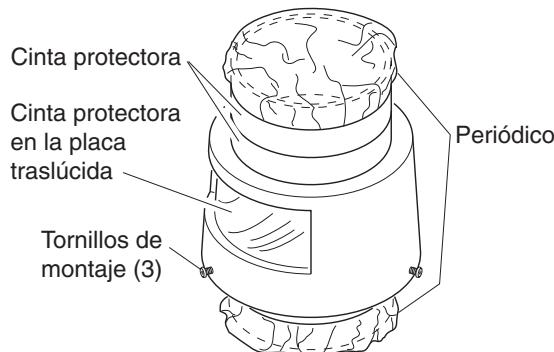

Figura 1 - Sujeción de la cinta protectora y el periódico
1. Cubra la parte superior e inferior de la unidad detectora de movimiento con cinta protectora y periódico para evitar el rociado excesivo (vea la Figura 1).
2. Cubra el área de la placa translúcida con cinta protectora (vea la Figura 1).
3. Apriete los tornillos de montaje (3) contra la unidad detectora de movimiento y luego afloje dos vueltas completas.